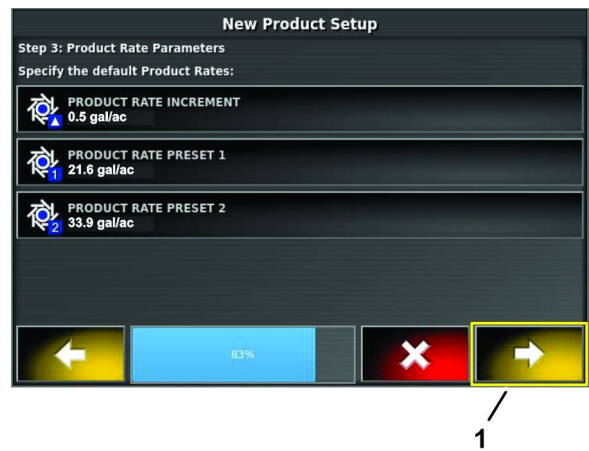

Рисунок 121
15. Нажмите стрелку «далее» (Рисунок 121).